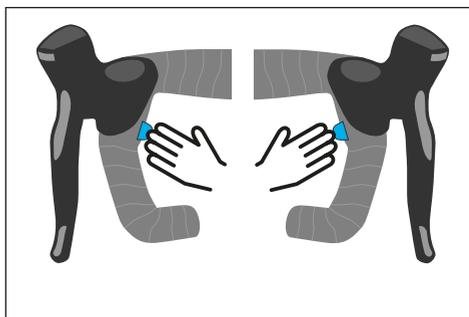

Fig. 4: Sélection du mode d'assistance avec la HPR Single Button Remote
- En appuyant **brèvement** sur le bouton droit de la HPR Single Button Remote (voir Fig. 4) ou sur le bouton optionnel d'un circuit électronique (voir « 3.8.2 Changement de vitesse » & « 3.8.3 Autonomie »), vous augmentez le mode d'assistance.
- Une **courte** pression sur le bouton gauche de la HPR Single Button Remote (voir Fig. 4) ou sur le bouton optionnel d'un circuit électronique (voir « 3.8.2 Changement de vitesse » & « 3.8.3 Autonomie »), vous diminuez le mode d'assistance.